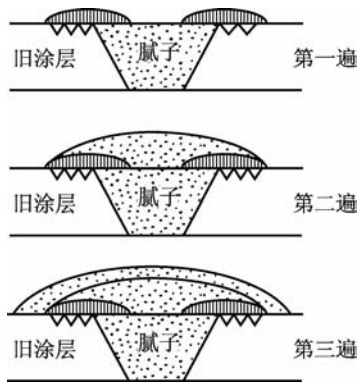

图 8-67 中涂底漆喷涂
②中涂底漆的喷涂黏度随厂家而不同。采用4号福特杯时,硝基类中涂底漆的黏度以16~20 s为宜,丙烯酸类中涂底漆的黏度以13~15 s为宜。
③喷枪应选用底漆专用喷枪。喷涂之前,应再次确认被涂装表面是否清洁,喷涂压力、喷枪距离、喷枪的移动速度、喷幅和喷涂流量等参数,根据涂装面积大小和工作环境的综合因素来调整。
④喷涂时,先在修补涂层边缘交接部位薄薄喷涂,使旧涂层与腻子的交界面溶合。待其稍微干燥之后,接着给整个腻子表面薄薄喷一层,喷涂后形成的表面应平整光滑。此时,应选取适当的时间间隔分几次薄薄地喷涂,如果单次喷涂过厚,溶剂不容易挥发,影响干燥速度。一般要喷2~3遍,如图8-67所示。